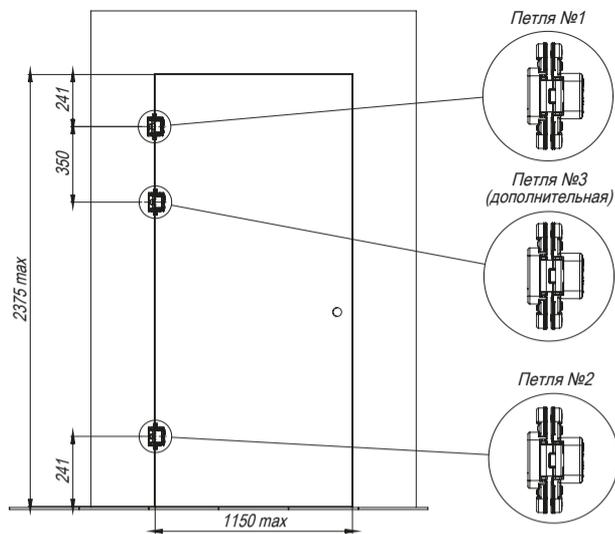
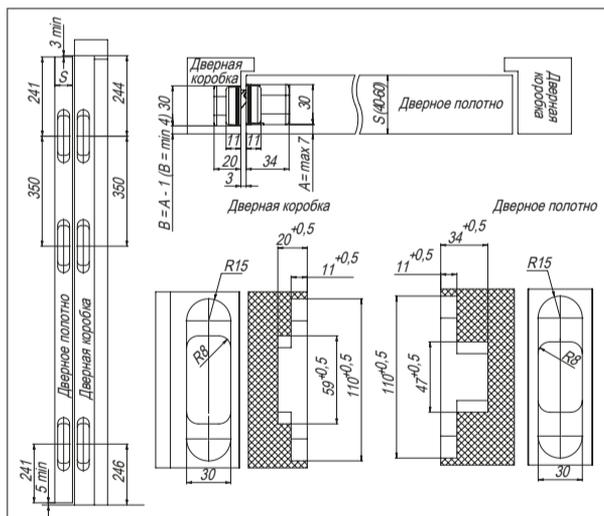

Рисунок 1 – Расположение петель.
Рисунок 3 – Размеры пазов под петли.
1. Определить количество устанавливаемых петель исходя из массы дверного полотна, наличия доводчика и дверного упора. Отфрезеровать установочные пазы под петли в дверном полотне и в дверной коробке (см. рис.1, рис.3).